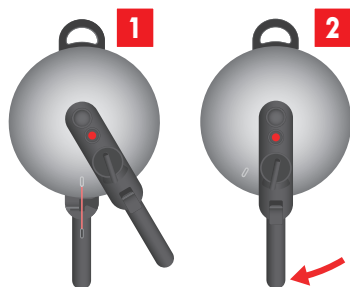

Abb. 10: Deckel schließen
6. Setzen Sie den Deckel auf den Topf (siehe Abb. 10/1).
7. Drehen Sie den Deckel bis zum Anschlag im Uhrzeigersinn (siehe Abb. 10/2).